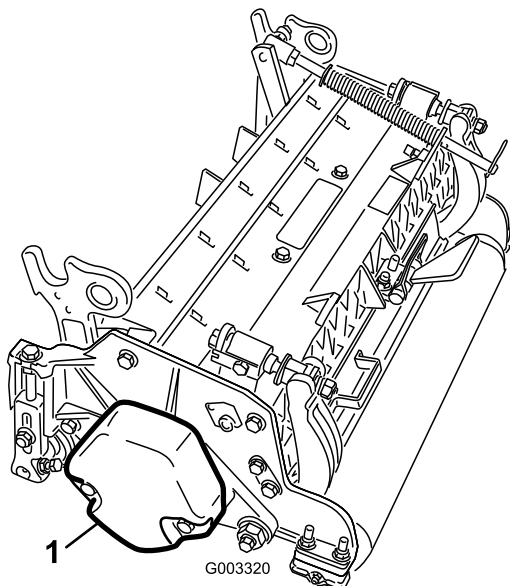

Figure 4
3. Veillez à monter le contrepoids (Figure 4) du bon côté de l'unité de coupe, comme expliqué dans le *Manuel de l'utilisateur* de l'unité de coupe.